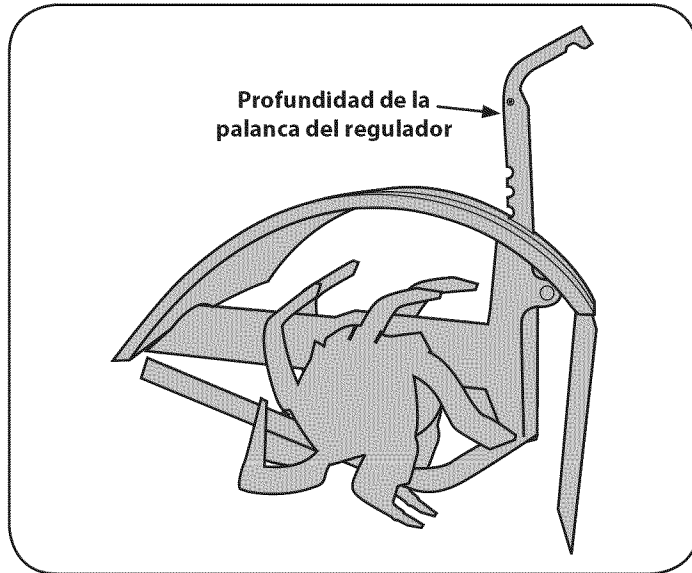

Figura 8
1. Con la cultivadora a nivel del suelo, tirar de la palanca del regulador de profundidad hacia atrás y luego todo el camino hasta el más bajo de primera clase en la palanca está activado. Véa la Figura 8.